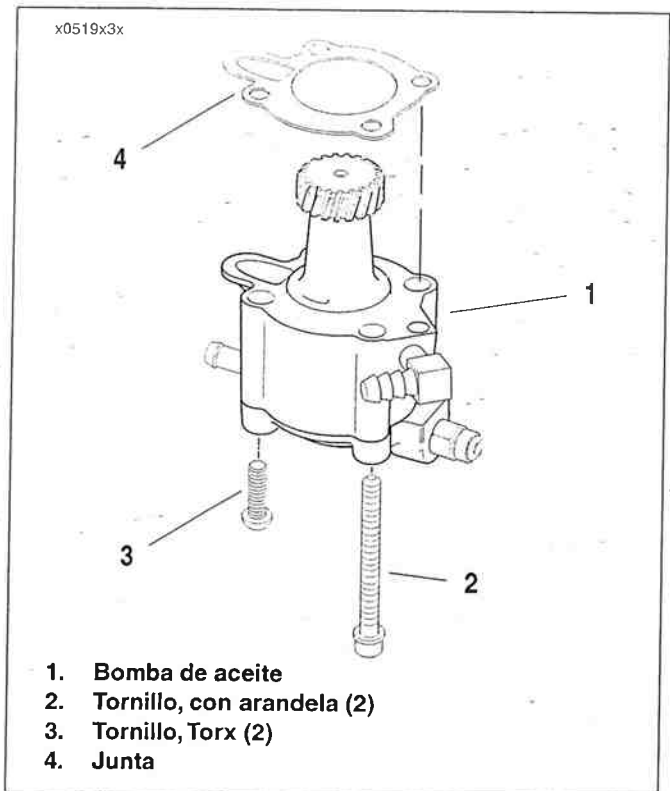

Figura 3-73. Bomba de aceite
2. Vea la Figura 3-73. Quite con cuidado los dos tornillos (2) que sujetan la bomba al cárter. La bomba se soltará cuando se quiten los tornillos. Deseche la junta de montaje.